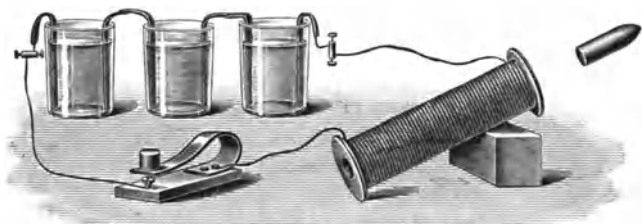

Fig. 160. Eine elektromagnetische Kanone.
*** Eine elektromagnetische Kanone.** Eine Pappröhre von etwa 15 cm Länge und 10 mm Weite wird mit 15 bis 20 Lagen Klingelleitungsdraht bewickelt und etwas in die Höhe gerichtet wie ein Kanonenrohr (Fig. 160). Wirft man zur oberen Mündung ein 3 bis 4 cm langes Stückchen Rundeisen von 9 mm Durchmesser ($\frac{3}{8}$ Zoll) hinein, so gleitet es natürlich durch die Röhre und kommt an der unteren Öffnung wieder zum Vorschein. Ist jedoch der Strom einer starken Batterie, deren Elemente statt der Metallstreifen breite Platten haben, durch die Spule geschlossen, so erhält sie magnetische Eigenschaften und man wartet vergebens auf das Erscheinen des Eisenternes an der unteren Öffnung. Bei einer genaueren Untersuchung findet man ihn in der Mitte des Rohres, wohin er immer wieder zurückkehrt, so oft man ihn auch mit einem Stäbchen hinabstößt. Selbst